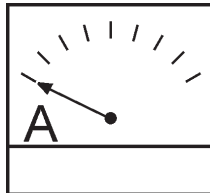

Figure 47. Ampèremètre (sans charge)
8. L'ampèremètre (Figure 47) affichera **zéro ampère** sans aucune charge appliquée. Lorsque la charge est appliquée, l'ampèremètre affichera la quantité de courant que la charge absorbe à partir du générateur.